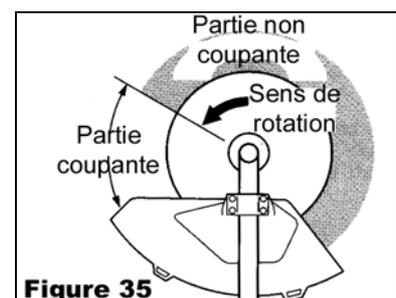

Figure 35
- La partie coupante de la lame est uniquement le quart gauche (figure 35). Ne pas essayer de travailler avec la partie droite de la lame.